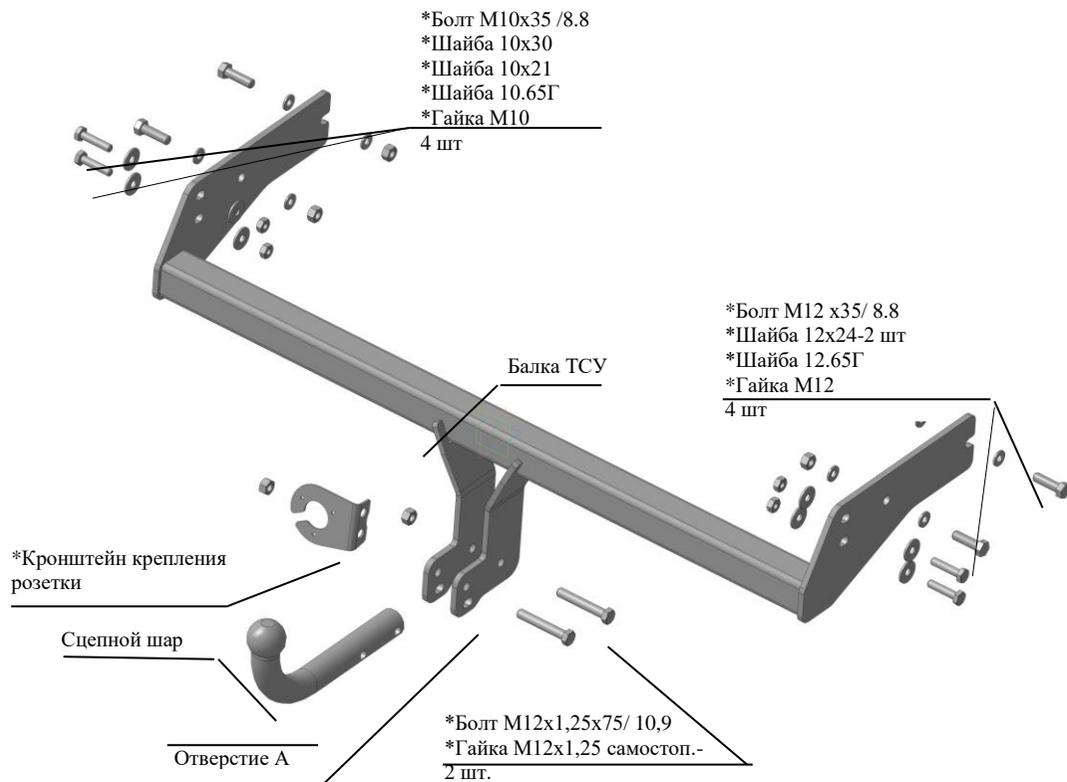

Рис.1 Тягово-сцепное устройство 3210.
2.1 ТСУ 3210 в сборе (рис.1)	1 шт.
2.2 Пакет с комплектующими (см. рис.1) Защитный колпак+ сертификат	1 шт. 1 шт+1 шт.
4.1 Закрепить ТСУ на лонжеронах рамы через штатные отверстия болтами М12х35 и болтами М10х35 и крепежом соответственно рис.1. Крепеж не затягивать.